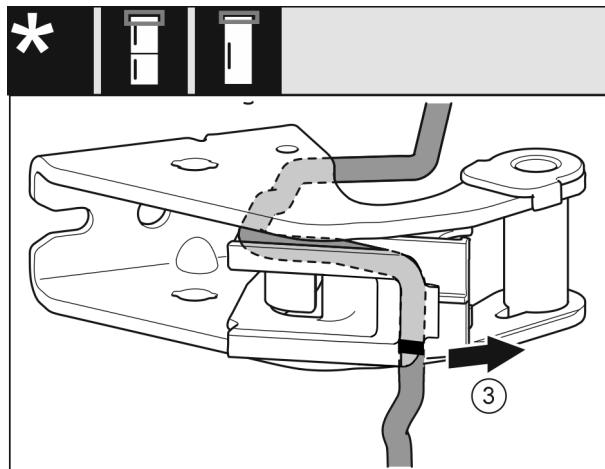

Fig. 27
- Αφαιρέστε το καλώδιο με το στήριγμα καλωδίου από το στήριγμα. Fig. 27 (3)